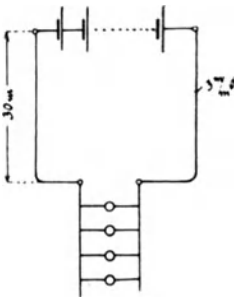

Fig. 26.
107. Eine Beleuchtungsanlage besteht aus 36 [55] (110) hintereinander geschalteten Akkumulatoren von je 2 [1,95] (2,01) Volt elektromotorischer Kraft und 0,002 [0,0053] (0,004) Ω innerem Widerstande und 20 [22] (100) parallel geschalteten Glühlampen von je 80 [200] (900) Ω Widerstand. Die Glühlampen sind 30 [50] (800) m von der Stromquelle entfernt und mit dieser durch zwei Kupferdrähte von je 3 [2,5] (4) mm Durchmesser verbunden. (Fig. 26.)